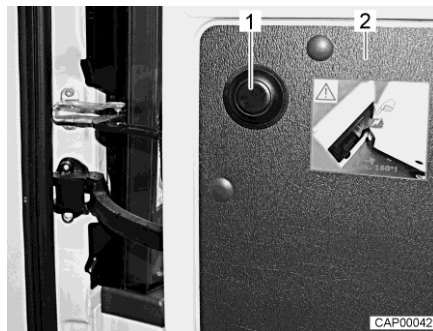

Bild 15 Tryckknapp för att frigöra begränsningen
- Öppna bakdörr (Bild 15,2) till anslag.
- Tryck tryckknapp (Bild 15,1), håll fast bakdörren och öppna försiktigt på nytt.